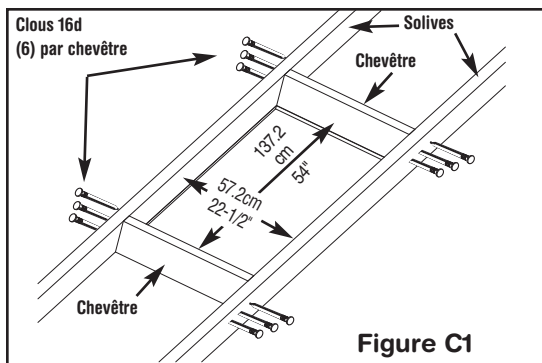
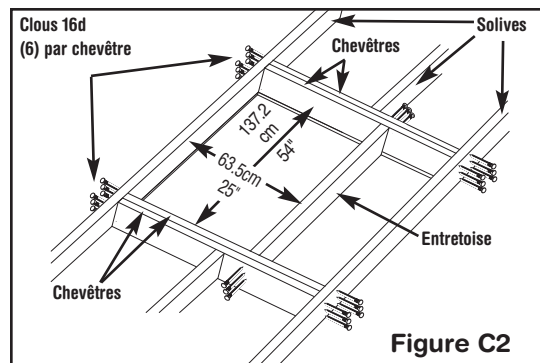

Figure C1
Figure C2
- Inspectez l'ouverture actuelle d'échelle de grenier pour vous assurer qu'elle répond aux exigences minimales de construction et fait bien 57.2cm (22-1/2") x 137.2 cm (54") pour l'AH2210 (Figure C1) ou 63.5cm (25") x 137.2 cm (54") pour l'AH2510 (Figure C2).